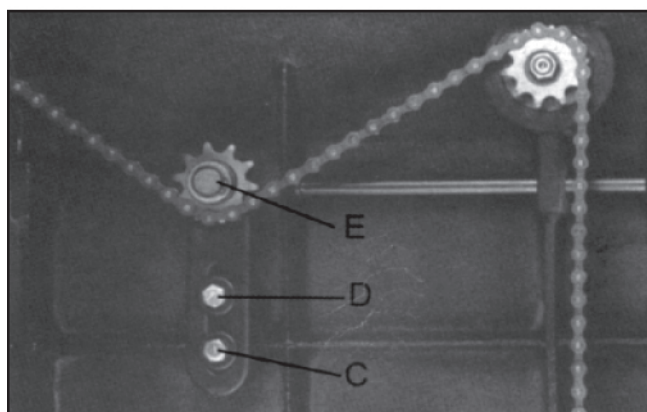

Figura 26
1. Retire el tornillo (C, Figura 26) y afloje el tornillo (D, Figura 26). Esto permite el movimiento de la estrella (E, Figura 26) para liberar la tensión de la cadena.
4. Después de checar con el bloque calibrador para asegurarse de que el ajuste es correcto, coloque la cadena en la estrella, vuelva a tensar la estrella, vuelva a colocar el tornillo (C, Figura 26) y apriete el tornillo (D, Figura 26).